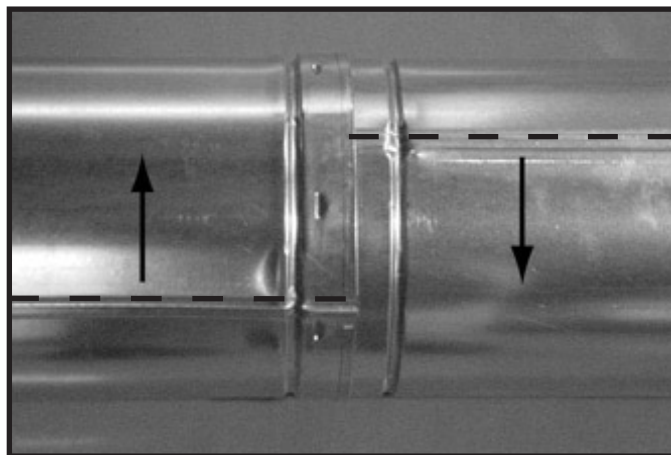

Figure 7.10 Pivoter les joints soudés pour démonter
- Faites pivoter l'une des sections (figure 7.10), de façon à ce que les joints soudés des deux sections de conduit soient alignés, comme il est indiqué à la figure 7.11.